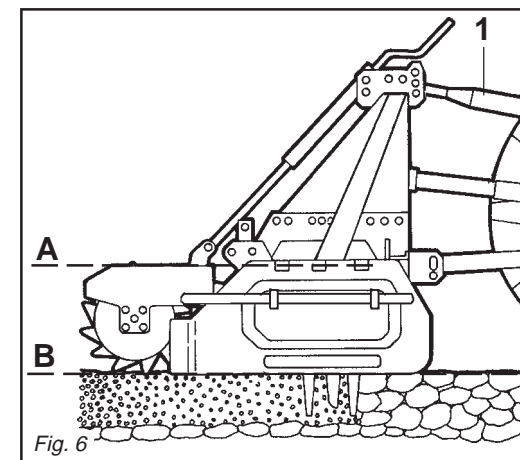

Fig. 6
- 4 -Collegare il terzo punto superiore ed effettuare una corretta regolazione con il tirante (1 Fig. 6) verificando che il piano superiore dell'erpice rotante (A Fig. 6) risulti parallelo al piano terra (B Fig. 6). Ciò è molto importante allo scopo di ottenere il parallelismo tra asse albero presa di forza dell'erpice e quello della presa di forza del trattore. Operare in queste condizioni significa limitare le sollecitazioni sulla presa di forza stessa e prolungare la durata dell'albero cardanico e dell'erpice stesso.
- 4 - *Connect the upper third-point and correctly regulate by means of the adjuster (1 Fig. 6), checking that the upper surface of the steerage hoe (A Fig. 6) is parallel to the ground (B Fig. 6). This is very important since it achieves parallelism between the axis of the steerage hoe and that of the tractor pto.*
- 4 -Den oberen Kupplungspunkt anschließen und den oberen Lenker (1 Abb. 6) korrekt einstellen. Sicherstellen, daß die obere Haubenkante der Hackfräse (A Abb. 6) parallel zum Boden (B Abb. 6) steht. Das ist sehr wichtig, um die Parallelität zwischen der Achse der Hackfräse und der der Schlepper-Zapfwelle zu erhalten. Wenn diese Parallelität gegeben ist, wird die Zapfwelle weniger belastet und das Leben von Gelenkwelle und Gerät wird verlängert.
- 4 - *Reliez le troisième point supérieur et réglez correctement à l'aide du tirant (1 Fig. 6). Assurez-vous que le plan supérieur de la houe rotative (A Fig. 6) soit pratiquement parallèle au terrain (B Fig. 6). Ceci est très important en vue d'obtenir le parallélisme entre l'axe de la houe et celui de la prise de force du tracteur. Travailler dans ces conditions signifie limiter les sollicitations sur la prise de force et prolonger la durée de l'arbre à cardans, mais aussi de la machine.*
- 4 - Conectar el tercer punto superior y efectuar una correcta regulación con el tirante de regulación (1 Fig. 6) controlando que el plano superior de la binadora (A Fig. 6) resulte paralelo al plano al nivel del suelo (B Fig. 6). Esto es muy importante para obtener paralelismo entre el eje de la binadora y el eje de la toma de fuerza del tractor. Esto permite limitar los esfuerzos sobre la toma de fuerza misma y hacer durar el árbol cardánico y la máquina misma.